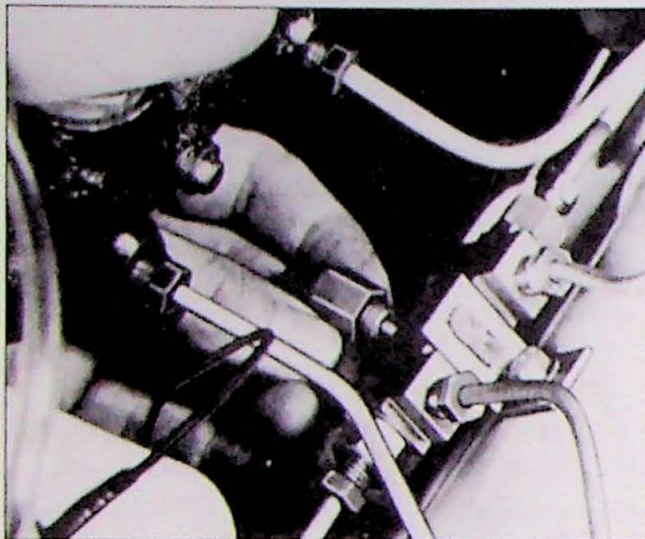

Fig. 11.16. Demontage remdrukcontact
2. Maak de dop, het remvloeistofreservoir en het remdrukcontact goed schoon. Demonteer het remdrukcontact (zie Fig. 11.16 bij dubbel systeem). Indien nodig remvloeistof bijvullen tot het maximale niveau. Het ontluuchtingsgatje van de dop reinigen.